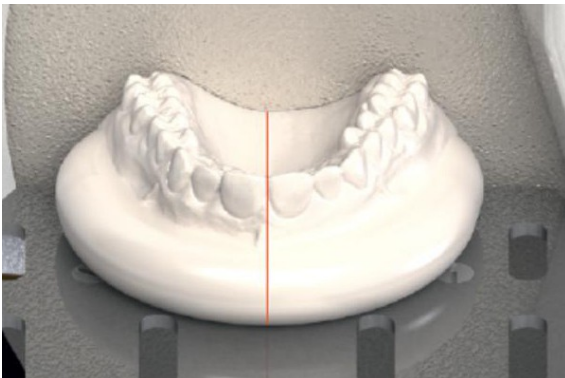

Abb. 1
Durch die Lampe wird eine exakte Linie auf den Schleiftisch projiziert. Eine genau abgestimmte Kombination aus Tageslicht-LED und Laser bewirkt unerreicht scharfe Konturen. Der Laserstrich ist präzise und gleichzeitig nicht zu hart. Somit ist ein genaues Beschleifen der Tuberebene des Oberkiefermodells durch Ausrichtung der Raphe-Median-Linie zur Laserlinie ermöglicht (Abb. 1).
- So an die Trimmerscheibe führen, dass die Laserlinie des Richtlichtes und die Raphe-Median-Markierung in Deckung (S. 8, Abb. 1) sind.